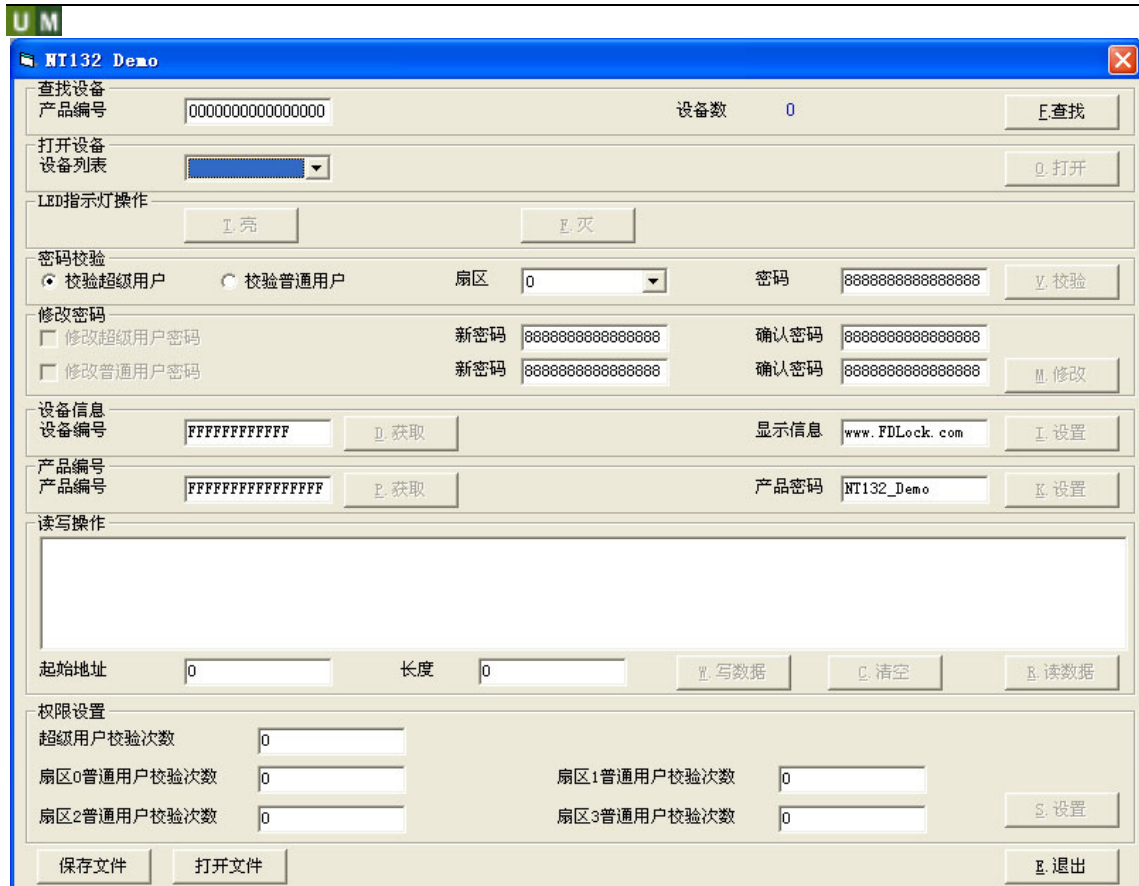

图 7.21 NT132_DEMO.exe 正确运行
11. 将NT132_DEMO.exe复制到D:\下，然后双击运行它，如果插入有合法的加密锁，NT132_DEMO.exe即可正确运行，如图 7.21 所示。